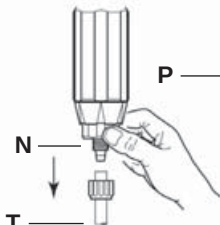

Fig. 16
- trek de slang met wartelmoer los (**fig. 16-T**).